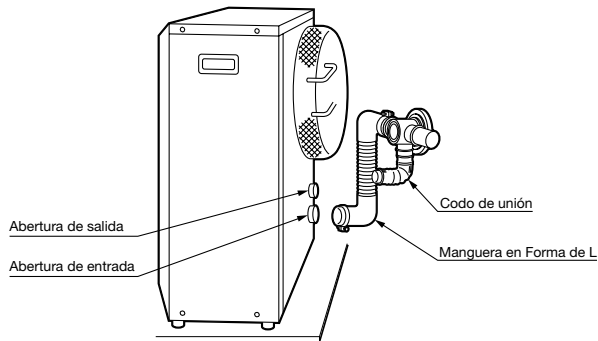

Figura 10
5. Ubique el Calefactor y conecte la junta curva en la boca de salida (apertura superior) e inserte el codo de manguera en la bocatomá de entrada. Asegúrese que todas las conexiones queden firmes (ver Figura 10).